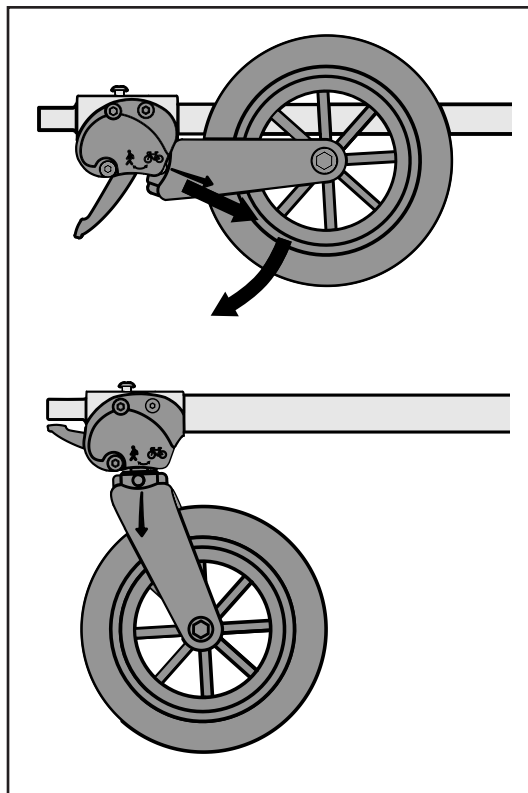

Figure 12
1. Tirez sur la fourche, comme sur la (Figure 12), et faites pivoter complètement la roue vers le bas. La fourche se soulève et se verrouille automatiquement.